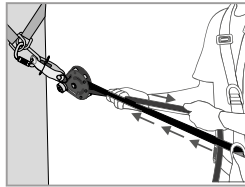
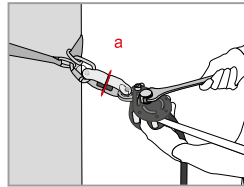

Fig 3
Fig 4
Une fois la ligne de vie installée, un préréglage de la tension doit être fait en tirant manuellement sur la corde (coté nœud d'extrémité —Fig. 3). Automatiquement la came (8) et le levier de came (4) doivent venir en contact avec le cordage. Rabattez le levier de came (4), puis, par l'intermédiaire d'une clé adaptée, appliquez la tension sur l'axe de réglage tension (1) jusqu'à ce que la rondelle témoin de tension (a) placée sur le témoin de tension (2) tourne librement (Fig. 4). Dès que celle-ci est libre de mouvement, NE PAS SERRER PLUS ! Cela correspond à une pré-tension sur la ligne de 0.5 kN environ. En utilisation, vérifiez régulièrement cette tension (rotation de la rondelle témoin de tension) et ajustez si nécessaire comme expliqué ci-dessus. ATTENTION ! Ne pas essayer de faire d'action de desserrage sur l'axe de réglage tension (1) avec la clé, la came (8) résiste à ce desserrage et résiste aux rotations dans le sens antihoraire. Une action importante de desserrage dans ce sens peut avoir des conséquences néfastes sur le fonctionnement du système et sur l'état de la corde.